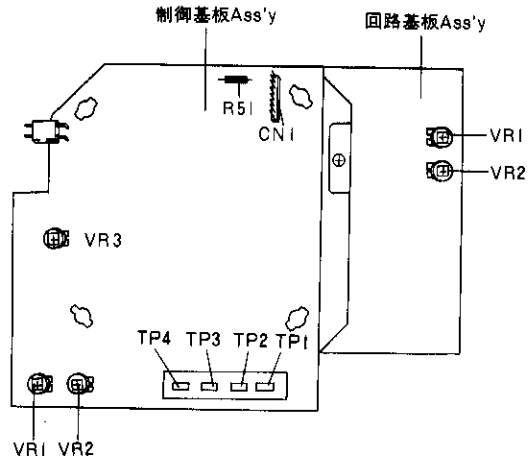
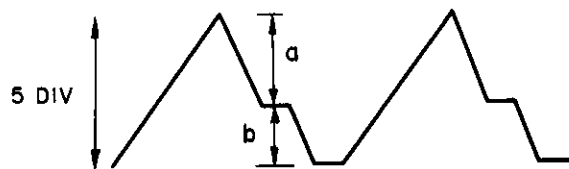

図3-1 調整箇所
図3-4 調整波形
2. 直流電圧計を接続します。図3-1に示す抵抗R51のCN1側の足にプラス側を、TP2(GND)端子にマイナス側をそれぞれ接続します。
2. 図3-1に示すテストポイントTP1とTP2(GND)をショートしてエンド検出をしないようにします。
1. 前項で針先の位置を $\phi 105mm$ から右、左にそれぞれ $\pm 5mm$ 動かす、その時の $\phi 105mm$ に対する電圧計の変化量がそれぞれ $5 \pm 0.3V$ になるようVR2を調整します。(図3-1,2)
3. 図3-4のような波形がでたらシンクロのゲインを可変して鋸歯状波のピーク、ピークを5Divに合わせる。そして、図3-4の $a : b = 3 : 2$ になるようにVR1を調整する(ノイズがのりやすいので注意)(図3-1)。